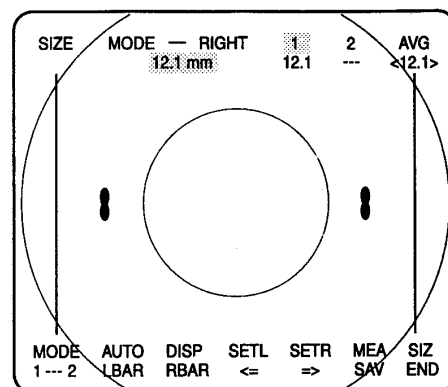

РИС.1
•Измеренное значение диаметра роговицы показано на экране под цифрой 1, среднее значение под AVG (Рис. 1) .